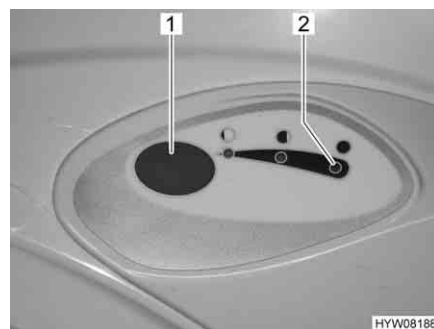

Fig. 120 Pulsante dello sciacquone/spia di controllo toilette Thetford
- Per sciacquare premere il pulsante blu (Fig. 120,1).
La spia di controllo (Fig. 120,2) si accende quando il serbatoio fecale deve essere svuotato.